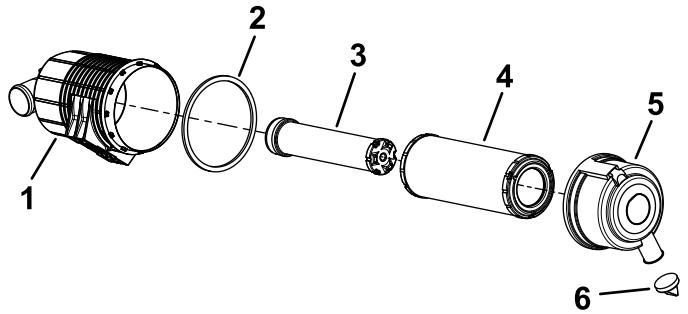

Figura 35
5. Revise el filtro del limpiador de aire y el elemento de seguridad si aparece un aviso (Figura 35).